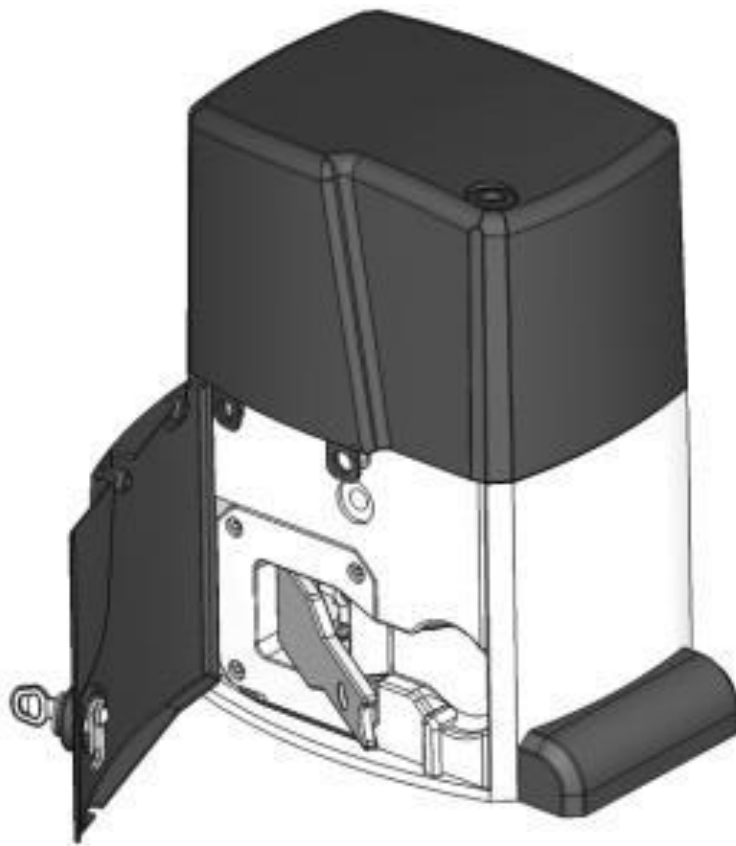

Рис. 7
- потяните рычаг разблокировки на себя (Рис. 7);